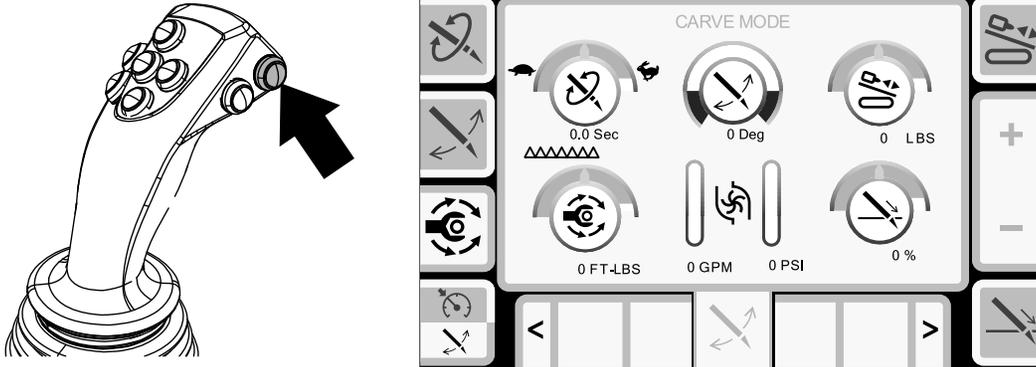

Figura 12
Pulse el botón de corte del joystick (Figura 12) o pulse el botón 4 de la pantalla de Inicio para acceder a la pantalla de corte.
6. Pulse el botón de corte del joystick (Figura 12).